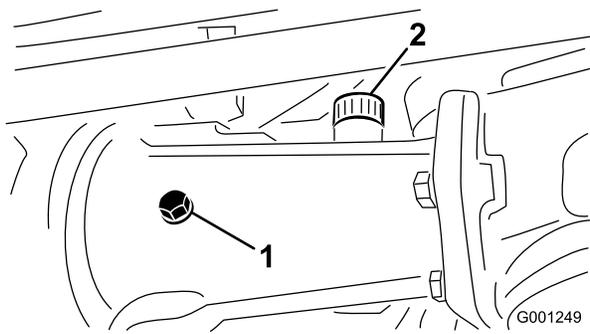
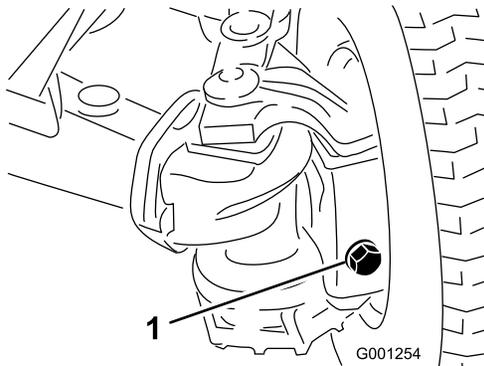

Bild 62
Bild 63
2. Entfernen Sie die Prüfschraube vom mittleren Achsgehäuse und der Achse sowie alle Füll-/Prüfschrauben am Gehäuse jeder abgehenden Achse (Bild 62 und Bild 63).
1. Ablassschraube (3)
3. An jeder Prüfschraubenöffnung sollte das Getriebeöl bis an das Gewinde reichen (Bild 62 und Bild 63).
- A. Zum Befüllen des mittleren Achsgehäuses, entfernen Sie die Füllschraube (Bild 62).
- B. Füllen Sie das empfohlene Getriebeöl in die Achsgehäuse nach, bis der Füllstand an die Unterseiten der Prüfschraubenöffnungen reicht (Bild 62 und Bild 63).
- C. Bestreichen Sie nach Abschluss des Füllvorgangs die Gewinde der ausgebauten Füllschrauben mit PTFE-Gewindedichtungsmittel und schrauben Sie diese dann wieder in die Achsgehäuse ein (Bild 62).
5. Bestreichen Sie die Gewinde der ausgebauten Prüfschrauben des mittleren Achsgehäuses und der beiden abgehenden Achsgehäuse mit PTFE-Gewindedichtungsmittel (Bild 62).
6. Setzen Sie die Prüfschrauben des mittleren Achsgehäuses sowie der Achsgehäuse jeder abgehenden Achse ein (Bild 62 und Bild 63).
8. Bestreichen Sie die Gewinde der ausgebauten Prüfschrauben des mittleren Achsgehäuses und der beiden abgehenden Achsgehäuse mit PTFE-Gewindedichtungsmittel, siehe Bild 62 und Bild 63 in Hinterachsenöl prüfen \(nur Modell 30345\) \(Seite 52\).
9. Setzen Sie die Prüfschraube des mittleren Achsgehäuses sowie die Füll-/Prüfschrauben am Gehäuse jeder abgehenden Achse wieder ein, siehe Bild 62 und Bild 63 in Hinterachsenöl prüfen \(nur Modell 30345\) \(Seite 52\).